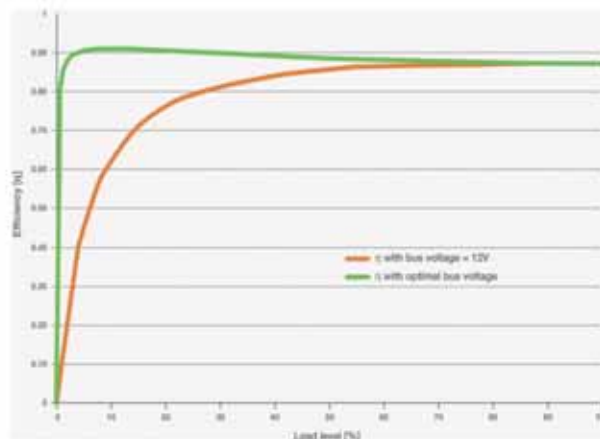

Fig. 3 – La potenza digitale permette di aumentare l'efficienza in presenza di carichi ridotti (Fonte Ericsson – EGG, ottobre 2014)
Poiché per ridotti valori del carico gli alimentatori sono relativamente inefficienti, il consumo di energia è elevato e il calore generato va disperso, con conseguenze negative in termini tecnici, finanziari e ambientali. L'implementazione di un anello di controllo digitale, che preveda convertitori di bus intermedio e convertitori POL, permette di modificare la tensione del bus intermedio in modo dinamico in funzione della variazione del carico. In presenza di carichi di basso valore, la tensione di ingresso del POL è ridotta, con conseguente aumento dell'efficienza di conversione in queste condizioni operative (Fig. 3).
**Fig. 3 – I fototransistor di grafene sviluppati alla Purdue University offrono una velocità di risposta nell'ordine dei GHz e una fotoresponsività di circa 7,4 A/W**